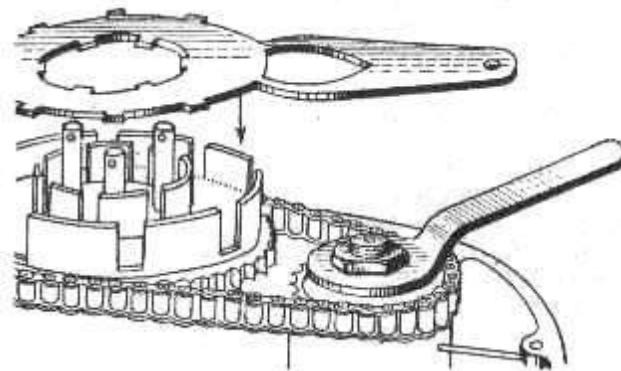

Рис. 83 Фиксация звездочки коленчатого вала и барабанов сцепления
3. Зафиксировать звездочку, вставив в барабаны сцепления фиксатор (рис. 83) или вставив деревянный брускок между моторной цепью и звездочкой так, чтобы при отворачивании гайки с коленчатого вала брускок заклинился между цепью и звездочкой, и отвинтить гайку.
5. Вставить в барабан фиксатор (см. рис. 83) и торцовым ключом 19 мм отвинтить гайку сцепления.
Снятие звездочки вторичного вала коробки передач удобнее всего производить до разборки картера после извлечения дисков сцепления из барабана. Механизм выключения сцепления должен быть снят. В этом случае фиксация звездочки вторичного вала осуществляется фиксатором (см. рис. 83), вставленным в барабаны сцепления при включенной прямой (четвертой) передаче. Зафиксировав звездочку, нужно разогнуть лепестки стопорной шайбы под гайкой звездочки и торцовым ключом 36 мм отвернуть гайку, после чего снять шайбу, резиновый сальник и звездочку со шлицев вторичного вала. У моделей более поздних выпусков резиновый сальник под шайбой нет.